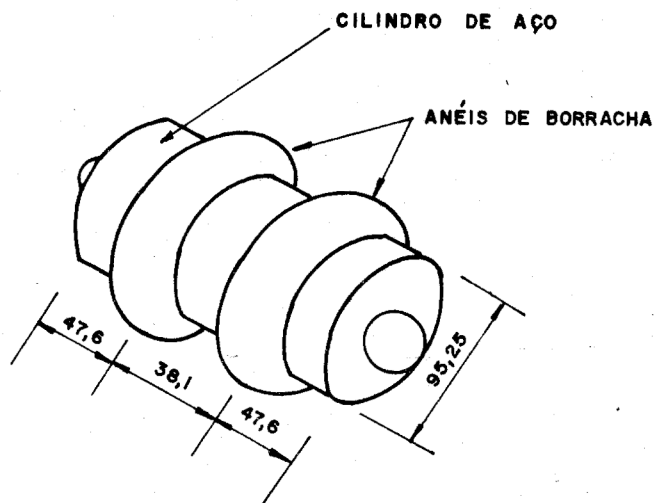

FIGURA 1
- a) cilindro de aço com anéis de borracha, conforme Anexo-Figura 1, com a massa de  $5,386 \text{ kg} \pm 0,028 \text{ kg}$ ;